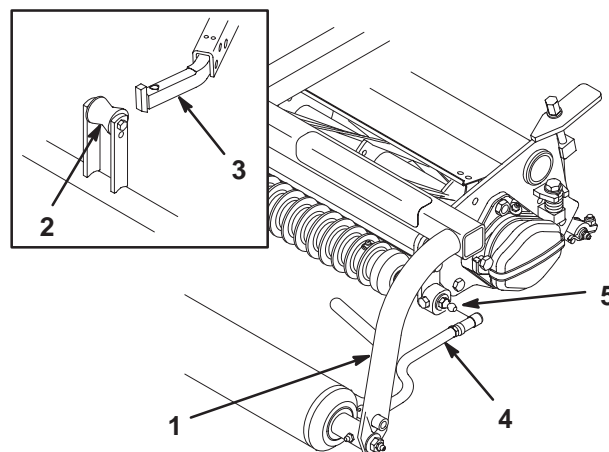

Bild 12
2. Bringen Sie an jedem Ende der vorderen Walze der Mähwerke jeweils eine Scheibe und einen Kugelbolzen an (Bild 12).
3. Schieben Sie das Mähwerk unter das Zuggestell, während Sie die Hubwalze am Hubarm einhaken (Bild 12).
4. Schieben Sie die Hülse am Kugelgelenk zurück und drehen die Zugarme so nach unten, dass der Innensechskant über den Kugelbolzen passt. Lösen Sie die Hülse, so dass sie über den Bolzen geht und die Baugruppen miteinander verbindet (Bild 12).